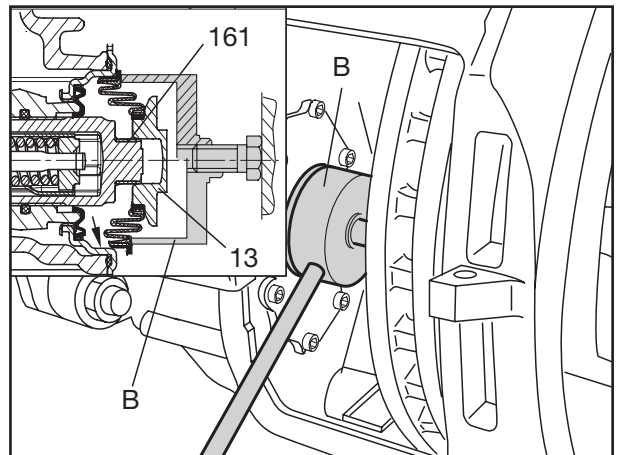

Fig. 8
-  **Der Dichtsitz für den Faltenbalg im Bremsattel (Fig. 8/Pfeil) muss sauber und fettfrei sein.**
-  **The seal seat for the bellow in the brake caliper (Fig. 8/arrow) must be clean and free from grease.**
-  **Le plan de joint du soufflet à l'intérieur de l'étrier de frein doit être propre et parfaitement exempt de graisse (Fig. 8/flèche).**